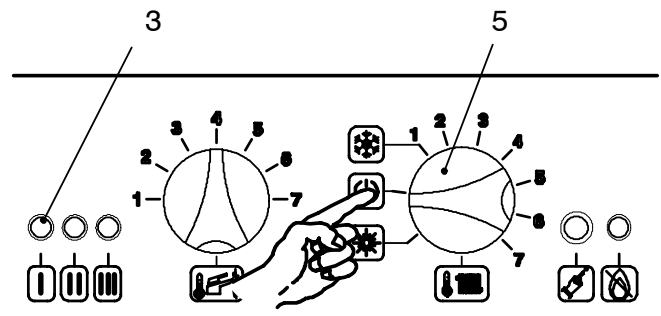

fig. 6.5
- 21 Spegner la caldaia portando il selettore 5 sulla posizione "🔒" fig. 6.5